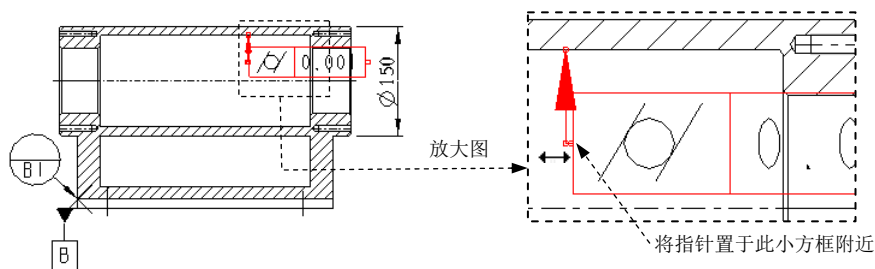
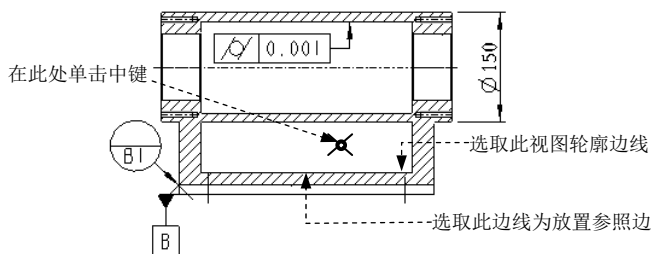

图 5.9.52 移动几何公差符号
图 5.9.53 设置放置参照
(4) 在 **公差值** 选项卡中，接受系统默认的公差值 0.001。
(5) 单击“几何公差”对话框中的 **确定** 按钮。
Step2. 将几何公差符号移动到合适的位置。选取 **Step1** 中所创建的几何公差符号，将鼠标指针移至图 5.9.52 所示的小方框附近，待其以双箭头的形式显示时，按住鼠标的左键，将其向左拖动到图 5.9.53 所示的位置。
(1) 在功能选项卡区域的 **注释** 选项卡中单击“几何公差”按钮 **DTM**。
(2) 在“几何公差”对话框左侧的公差符号区域中，按下 **//** 命令按钮。
(3) 在 **模型参考** 选项卡中进行下列操作。
① 定义公差参照。在 **参考: 区域** 的 **类型** 下拉菜单中选取 **曲面** 选项，在系统 **选择曲面** 的提示下，选取图 5.9.53 所示的视图轮廓边线（即模型面的投影）。
② 定义公差的位置。
b) 在系统 **选择多边, 尺寸界线, 坐标系, 轴心, 多个轴线, 曲线, 顶点 或 截面图元** 的提示下，选取图 5.9.53 所示的边线，再选择 **LEADER TYPE (引线类型)** 菜单中的 **Done (完成)** 命令。
c) 在图 5.9.53 所示的位置单击中键，放置“平行度”公差。